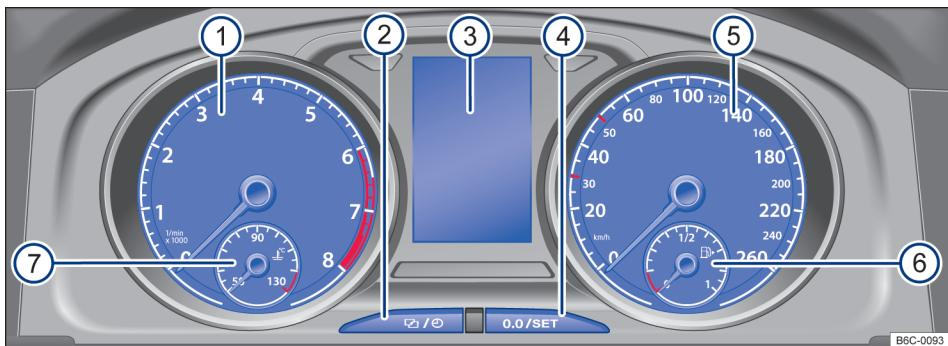

Fig. 10 Instrumento combinado analógico no painel de instrumentos.
Explicações sobre os instrumentos → Fig. 10:
⑦ **Indicador de temperatura do líquido de arrefecimento do motor**  (depende da versão do veículo) → Página 21.
Dependendo da versão do veículo, o indicador do nível de combustível pode estar localizado no visor do display → Fig. 10 ③.
Dependendo da versão do veículo, o indicador de temperatura do líquido de arrefecimento do motor pode estar localizado no visor do display → Fig. 10 ③.